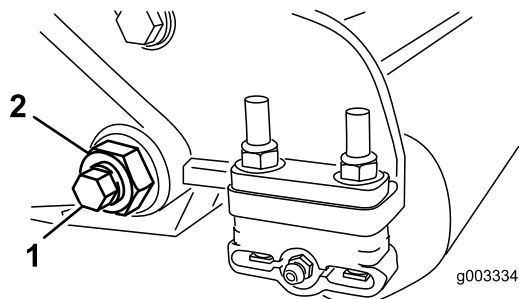

Figura 24
- En cada lado de la máquina, afloje la contratuerca que fija el perno de la barra de asiento (Figura 24).
- Retire todos los pernos de la barra de asiento, para poder tirar de la barra hacia abajo y retirarla de la unidad de corte (Figura 24).